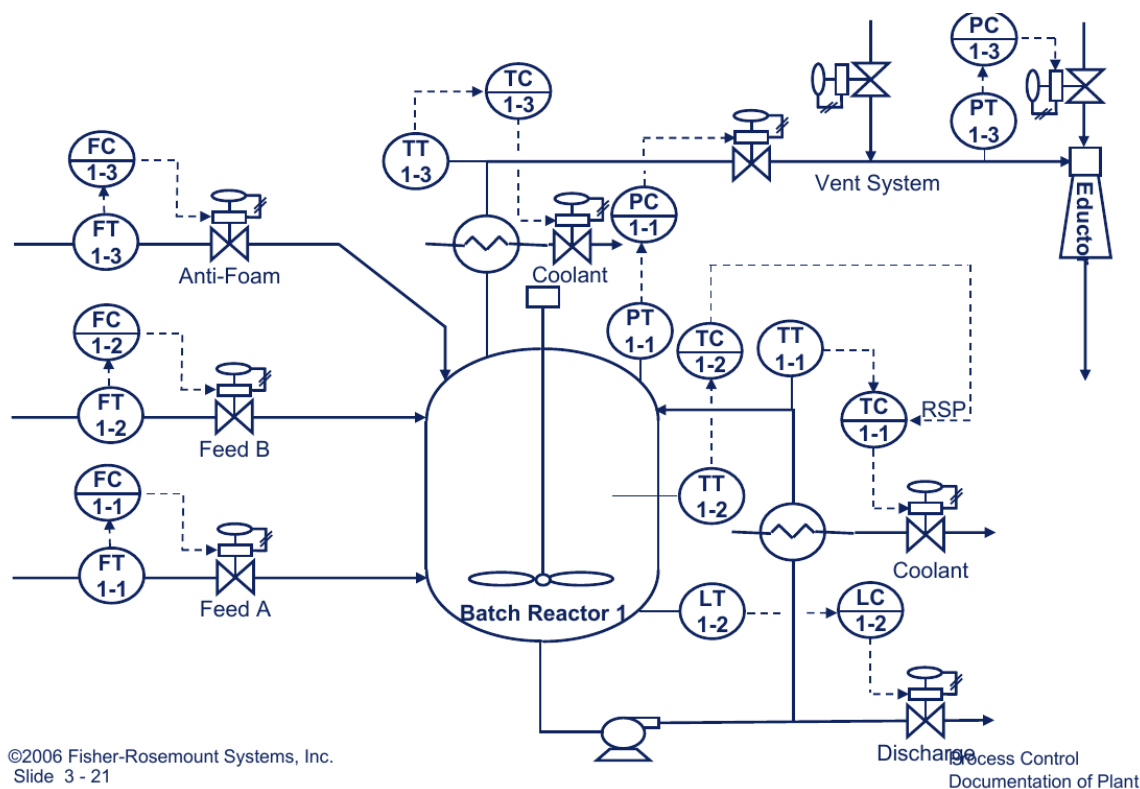

Figura 1: P&ID del control de un reactor batch
b) A partir de una fuente de tensión continua, una resistencia y un interruptor o fin de carrera normalmente abierto (NA), realice el diagrama de un detector de posición:
2. La Figura 1 muestra el diagrama **P&ID** del sistema de control de un reactor químico para un proceso tipo *batch*. La reacción se produce a partir de dos reactivos (Feed A y Feed B). Como consecuencia de la reacción química, además del producto de interés, se produce espuma (**foam**) y gases que incrementan la presión del reactor.